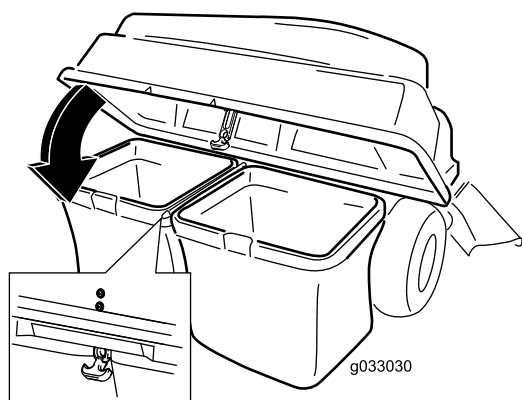

Figura 13
5. Spustite poklopac sakupljača na vreće (Figura 13).